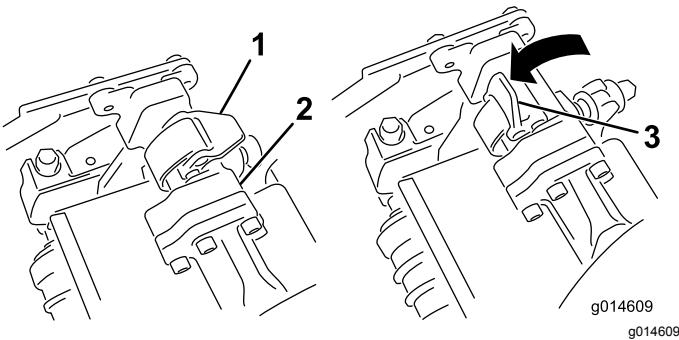

Рисунок 49
4. Когда защелки на штанге рычага подвески направлены вверх (т.е. открыты) (Рисунок 49), нажмите на рычаг подвески так, чтобы штанга села на поперечный стержень наверху режущего блока (Рисунок 50).
5. Опустите защелки и поверните вокруг стержня режущего блока и заблокируйте их (Рисунок 49).
5. Откройте защелки на штанге рычага подвески режущего блока, который необходимо снять (Рисунок 49).